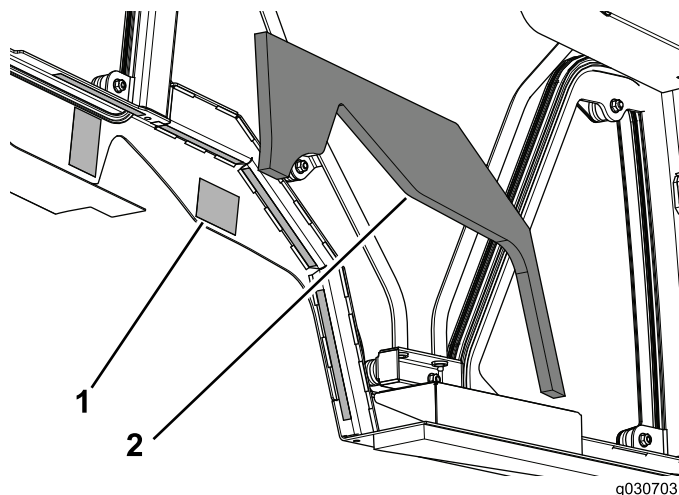

Figura 13
3. Rimuovete il supporto di carta dal nastro biadesivo su entrambi i lati della cabina (Figura 13).
4. Applicate la schiuma sintetica del serbatoio di sinistra sulla cabina (Figura 13).